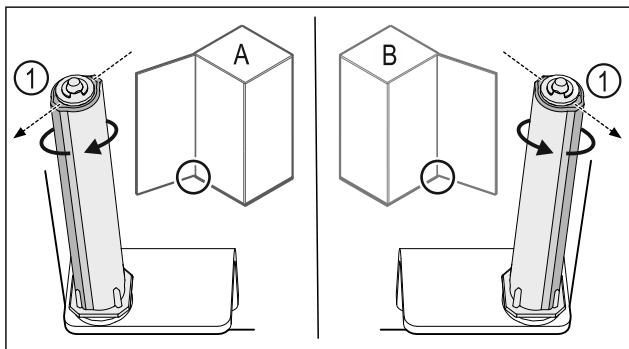

Fig. 37 Bal oldali ütköző (A) / Jobb oldali ütköző (B)
- ▶ Forgassa el a zárrendszert az ellenállással szemben, amíg a zárrendszer Fig. 37 (1) támasztója kifelé nem mutat.